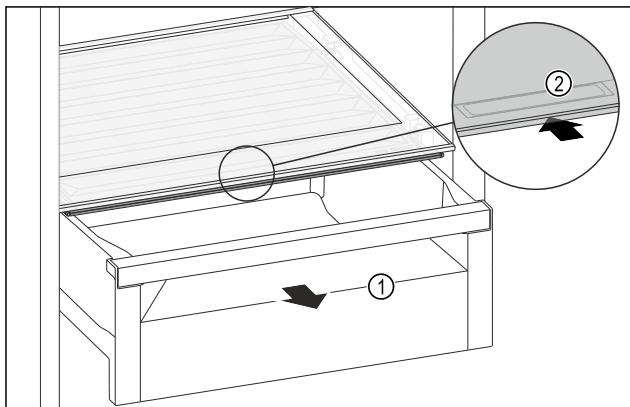

Fig. 82
- ▶ Извлеките выдвижной ящик Fig. 82 (1).
- ▶ Возмитесь за утопленную ручку Fig. 82 (2) на крышке отделения и одновременно введите крышку отделения назад.